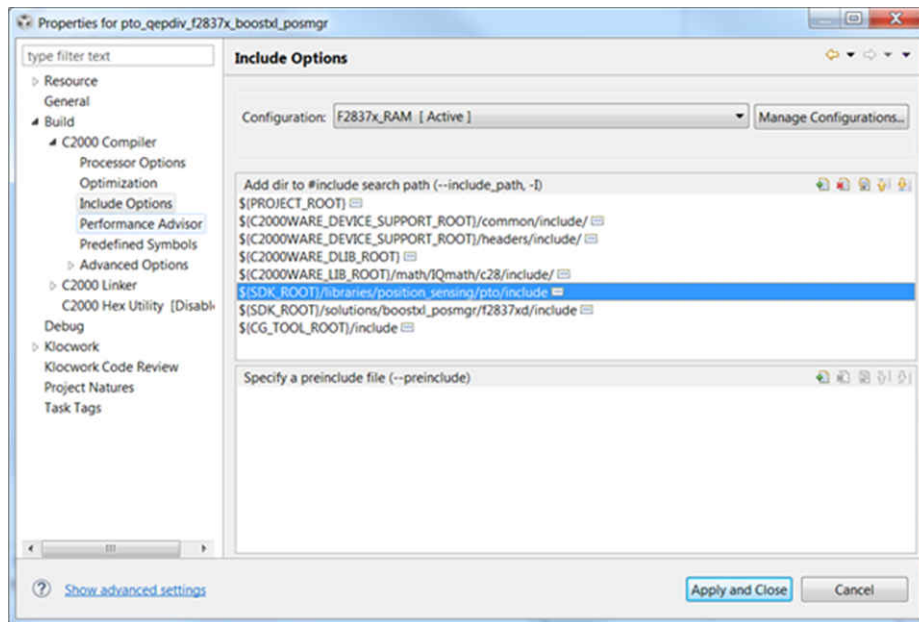

图 8-1. 使用 PTO 参考 API 的工程的编译器包含选项
- a. 将头文件目录添加到 “#include search path” 下 (请参阅图 8-1)